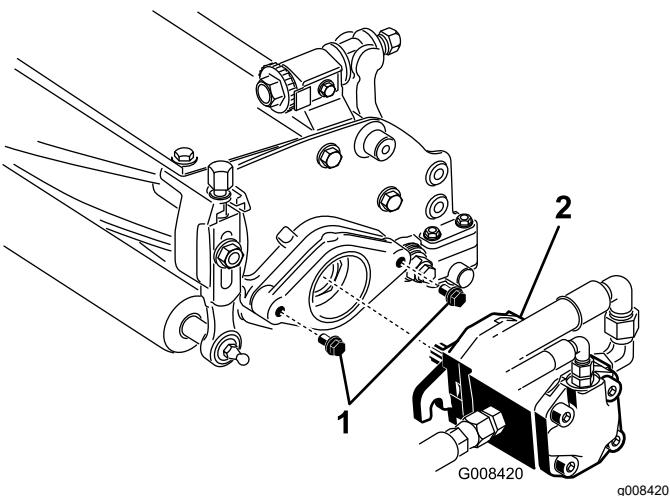

Figure 9
7. Le filetage doit dépasser de 13 mm sur chaque boulon de fixation de moteur d'entraînement du cylindre (Figure 9).
8. Lubrifiez l'arbre cannelé du moteur avec de la graisse propre, puis montez le moteur en le tournant dans le sens horaire de sorte que les brides passent les goujons. Tournez le moteur dans le sens antihoraire jusqu'à ce que les brides encerclent les goujons (Figure 9).
9. Resserrez les boulons de montage (Figure 9).